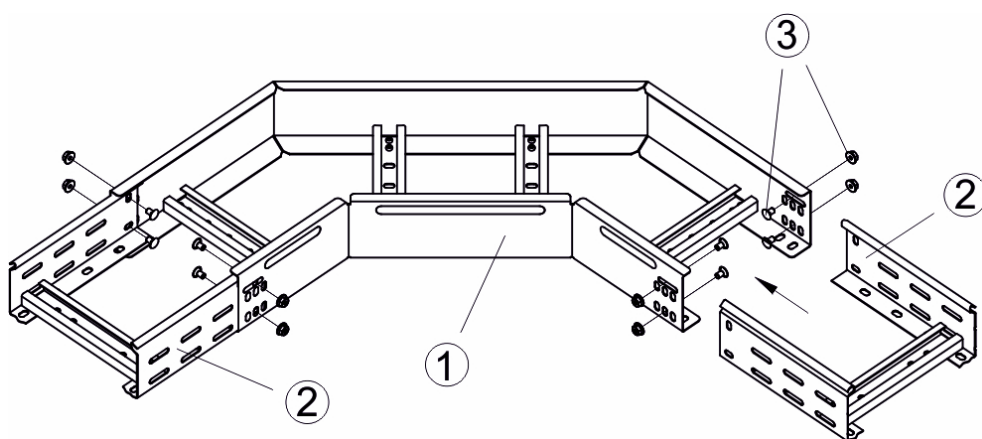

Рисунок 39
7.9.2 Вставить лоток позиция 2 внутрь поворота позиция 1 (рисунок 39).